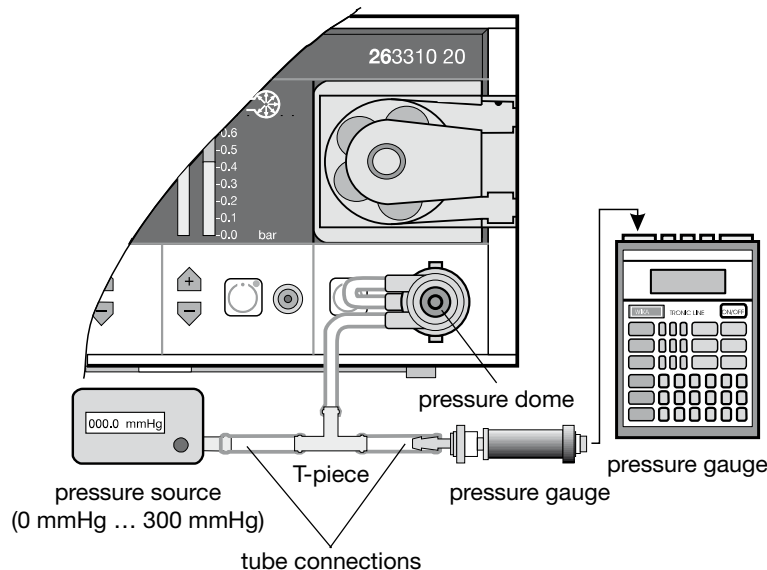

Abbildung 2
- Messaufbau wie in Abbildung 2.
- Setzen Sie einen Einwegdruckdom mit Druckfeinregulierungsventil auf, siehe Abbildung 2.